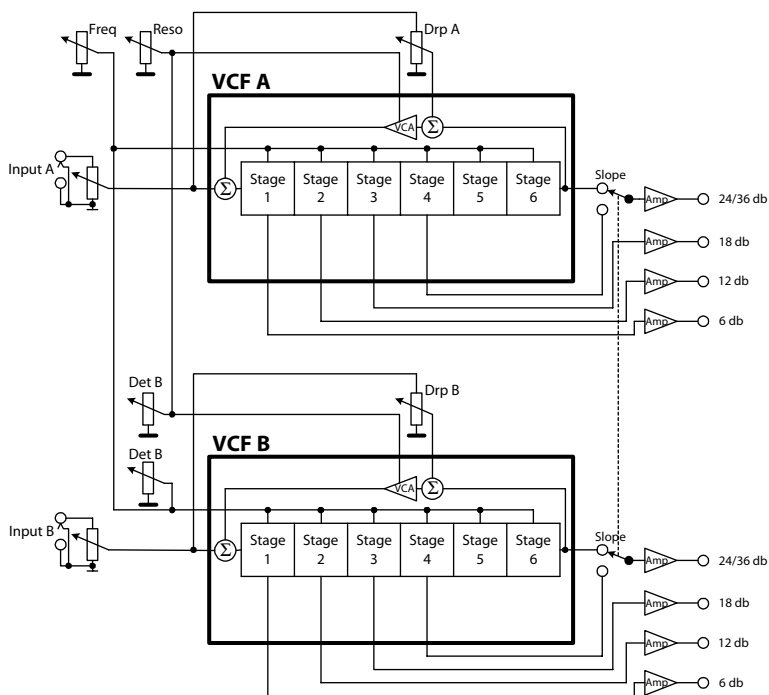
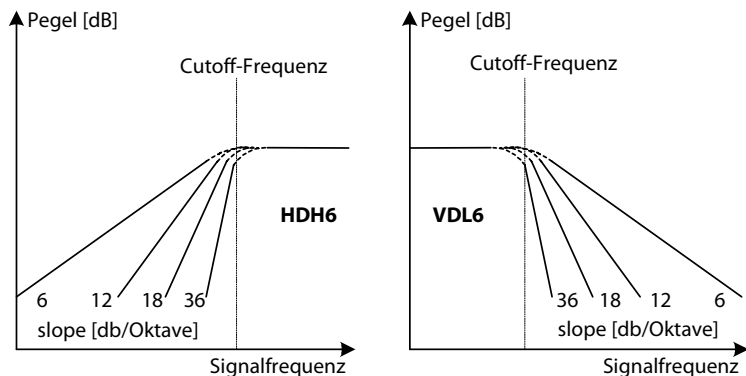

Abb. 3 Strukturbild des HDL6/VDL6
Abb. 5 HDH6/VDL6 Dämpfungen
Die Abb. 3 zeigt das Strukturbild des HDH6/VDL6. Auf die Darstellung der Buchsen 10-14 für Cutoff und Resonanz wurde verzichtet.
6 db, 12 db, 18 db, 24/36 db A/B-Ausgangsbuchsen: An diesen Buchsen (15-22) werden die verschiedenen Dämpfungssteilheiten der Filterstufen (Stages, s. Abb.3) 1, 2, 3, 4 und 6 bereitgestellt. Der **slope Schalter** (23) schaltet für VCF A und VCF B gemeinsam die Stage 4 (24 db/Oktave) oder die Stage 6 (36 db/Oktave) auf die jeweiligen Buchsen 21 (VCF A) und 22 (VCF B). Abb. 5 veranschaulicht für den **HDH6/VDL6** die verschiedenen Steilheiten der Frequenzverläufe.